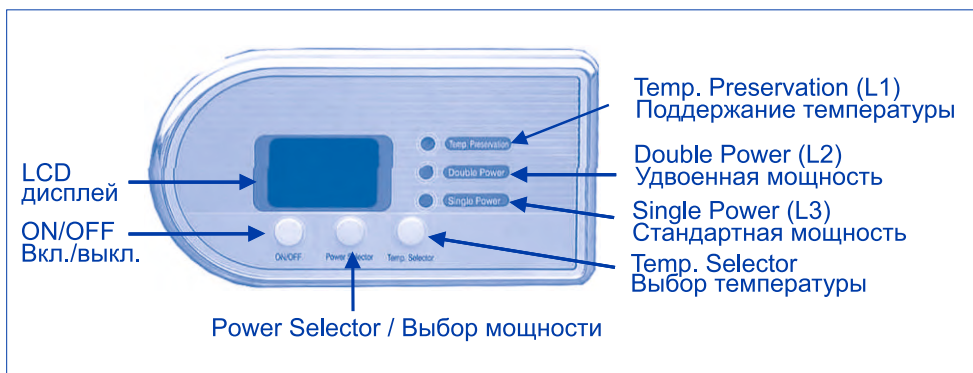

Рис. 5. Электронная панель управления (вариант 1)
4.2. На съемном фланце смонтированы трубчатый электронагреватель (ТЭН) и датчики термостата и термовыключателя. ТЭН служит для нагрева воды и управляется термостатом, который имеет плавную регулировку температуры до +75°C. Термостат автоматически поддерживает температуру воды на уровне, установленном пользователем. Ручка регулировки температуры расположена на механической панели управления. Модели с электронным управлением имеют сенсорный регулятор (Рис. 5).
Индикатором режима работы ЭВН моделей 30л - 150л служат лампы подсветки клавиш выбора мощности: светятся при нагревании воды и гаснут при достижении установленной на термостате температуры нагрева воды. В моделях с электронным управлением по варианту 1 индикация осуществляется контрольной лампой L1 (Рис. 5) - она загорается при достижении заданной температуры. В моделях с электронным управлением по варианту 2 индикация осуществляется индикатором нагрева (Рис. 6) - движущиеся светящиеся деления которого отображают динамику нагрева и постоянно горяят при достижении заданной температуры.
### 7.2. Модели с электронным управлением по варианту 1 (Рис. 5)